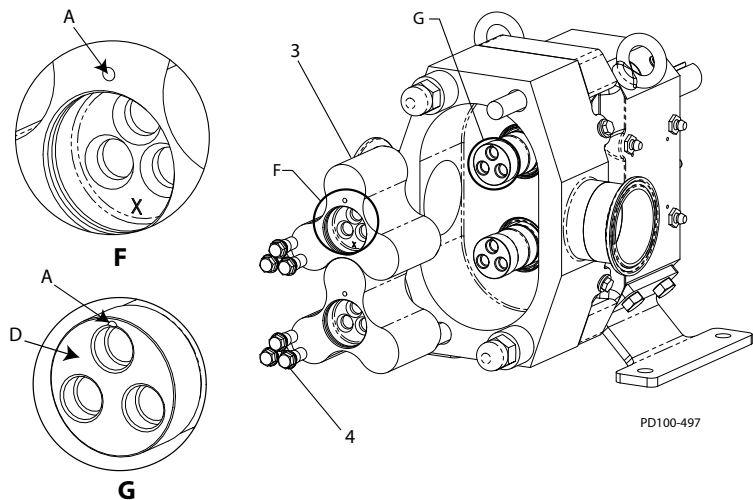

Abb. 56- Rotormontage
2. Die Stirnfläche der Welle muss frei von hochstehenden Kanten und Graten sein (siehe Abb. 56, Detail G, Pos. D).
3. **Erneute Verwendung von Rotoren:** Tragen Sie ein verträgliches Schmiermittel auf die O-Ringe auf und montieren Sie den markierten Rotor auf der Antriebswelle, den unmarkierten Rotor auf der kurzen Welle und notieren Sie die Ausrichtungsreferenzmarkierung auf den Wellen zur Positionierung des Rotors. (Siehe Pos. A in Abb. 56, Detail F und G.)
Montage von neuen Rotoren: Tragen Sie ein verträgliches Schmiermittel auf die O-Ringe auf, montieren Sie die Rotoren auf den Wellen und notieren Sie die Ausrichtungsreferenzmarkierung auf den Wellen zur Positionierung des Rotors. (Siehe Pos. A in Abb. 56, Detail F und G.). Schlagen Sie auf der gegenüberliegenden Seite von der Ausrichtungsreferenzmarkierung eine etwa 3 mm hohe „X“-Markierung in die Ansenkung ein. Siehe Abb. 56, Detail F; beachten Sie auch Abb. 31 auf Seite 29 mit einer größeren Ansicht.
4. Montieren Sie eine Ansatzschraube (Abb. 56, Einzelheit 4) in dem Loch am nächsten zur Referenzmarkierung.